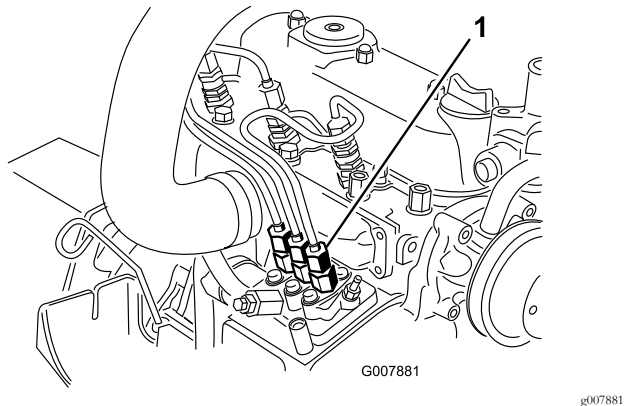

Figure 42
1. Placez un chiffon sous le raccord du tuyau allant de la pompe d'injection à l'injecteur n° 1, comme montré à la Figure 42.